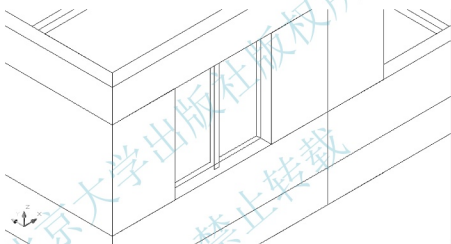

图 6.24 移动窗户模型
(1) 启动【移动】命令(快捷键 M)。
(2) 在选择对象: 提示下, 选择前面绘制的“窗框”和“玻璃”, 并按 Enter 键进入下一步。
(3) 在指定基点或 [位移(D)]<位移>: 提示下, 在绘图区域任意单击一点作为移动的基点。
(4) 在指定基点或 [位移(D)]<位移>: 指定第二个点或<使用第一个点作为位移>: 提示下, 输入“@0, 80, 0”, 表示将“窗框”和“玻璃”向 Y 轴正方向移动 80mm。
(5) 按 Enter 键结束命令, 结果如图 6.24 所示。